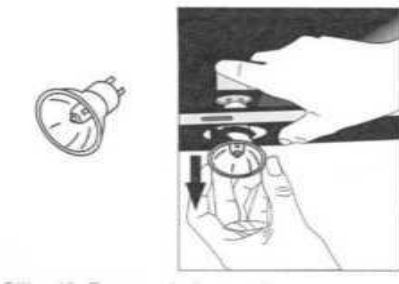

Figura 12: Substituindo a lâmpada de halogéneo
Ao puxar o ventilador interno (1) com o parafuso (2) para cima e para a esquerda, rodem-o na placa de montagem do ventilador nos lados direito e esquerdo (3). (Figura 12)